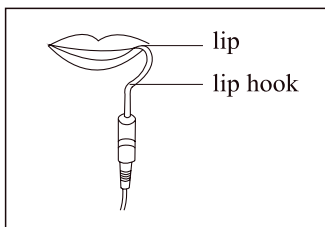

Imagen 19
4.2.4 Cuelgue el gancho labial en el labio, asegúrese de que entra en contacto con la mucosa bucal como electrodo de referencia [ilustración 19].